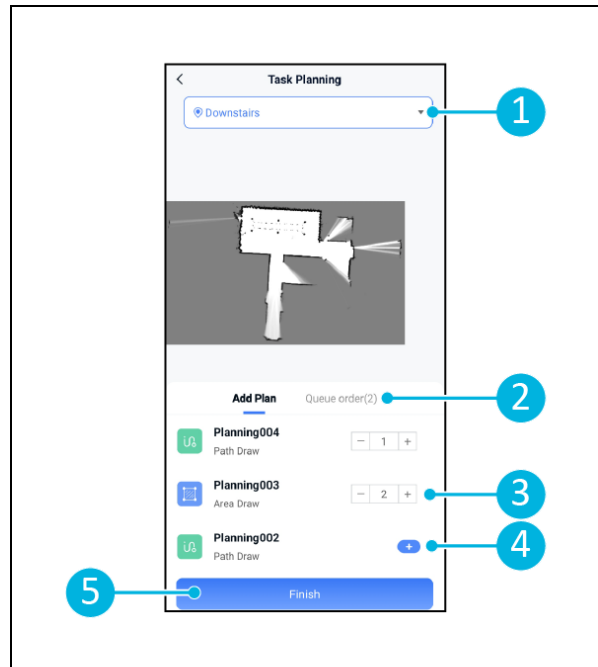

Figura 26
5. Selezionare la mappa in cui si desidera creare l'attività (Figura 26, pos. 1).
6. Aggiungere i piani (Figura 26, pos. 4) che il co-botico 45 includerà nell'attività di pulizia e quante volte (Figura 26, pos. 1) i piani vengono eseguiti.
7. Selezionare [\[Ordine di coda\]](#) (Figura 26, pos. 2) per modificare l'ordine di esecuzione dei piani all'interno dell'attività.
8. Selezionare [\[Fine\]](#) (Figura 26, pos. 5) quando il task è completamente configurato.